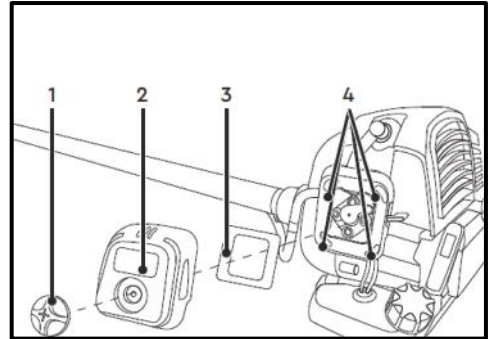

Рис. 57
- Зніміть кришку (2) корпусу повітряного фільтра з мотокоси (Рис. 57);
- Зніміть фільтрувальний елемент (3), **\*залежно від моделі** – промийте його в чистій воді із милом та просушіть, або продуйте повітрям тиском не більше 2,5 бара (замініть, якщо він пошкоджений) (Рис. 57);
- Після очищення фільтруючого елемента (3), встановіть його в корпус повітряного фільтра, розташувавши за кронштейнами (4) (Рис. 57);
- Встановіть кришку (2) корпусу повітряного фільтра на мотокоосу (Рис. 57);
- Встановіть гвинт (1) в отвір кришки (2) повітряного фільтра та затягніть його (Рис. 57).